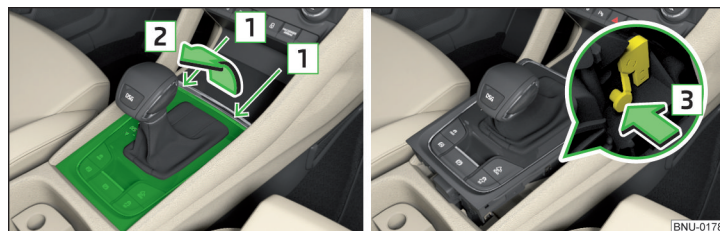

Abb. 335 Abdeckung abnehmen / Wählhebel entriegeln
- › Einen Schlitzschraubendreher oder ein ähnliches Werkzeug in den Spalt im Bereich der Pfeile **1** » Abb. 335 einschieben und die Abdeckung in Pfeilrichtung **2** vorsichtig lösen.